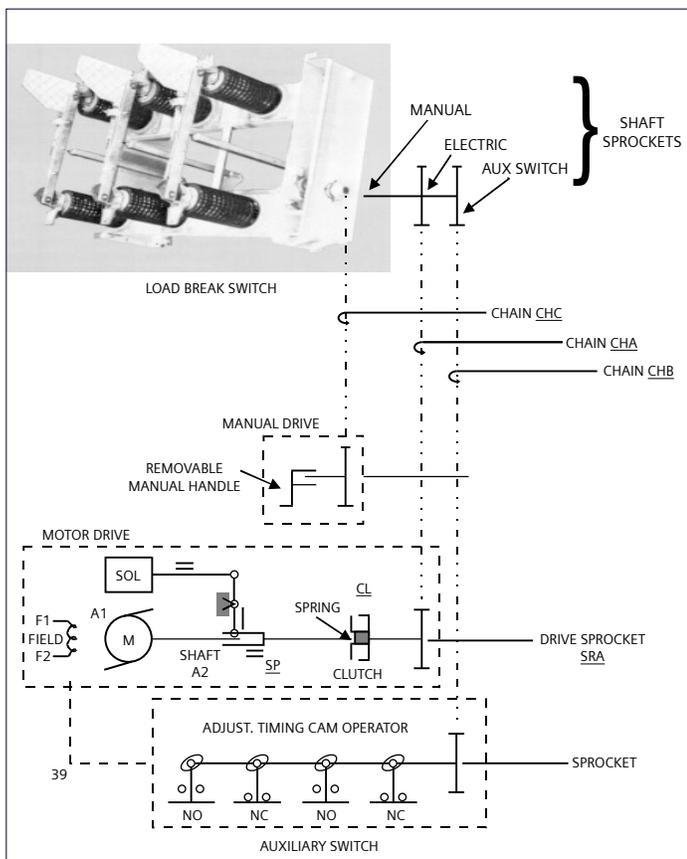

Figure 50 : Schéma du système d'entraînement du moteur
Le système d'entraînement est démontré par le schéma du système d'entraînement du moteur (Figure 50).
Le mouvement du solénoïde (SOL) comprime le ressort (SP) et engage l'embrayage (CL). Le moteur fait tourner le pignon (SRA) qui, à travers son entraînement par chaîne (CHA), fait tourner l'arbre d'entraînement du commutateur d'interrupteur pour fermer le commutateur de rupture de charge (Figure 50).